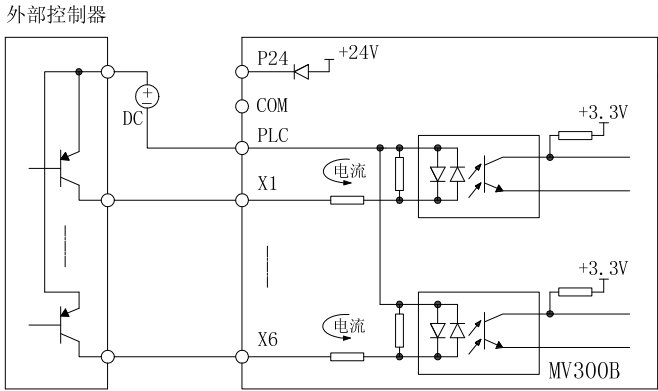

图3-17 使用外部电源的漏极连接方式
4) 使用外部电源，漏极输出（注意：必须去除用户端子上 PLC 与 P24 间的短接片），连接方式如图 3-17 所示。